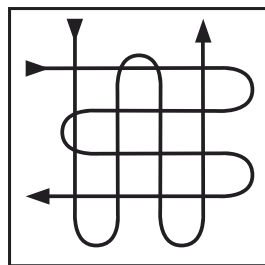

Рис. 4
**д)** во избежание наплывов, делайте перерыв между повторным окрашиванием поверхности (особенно вертикальной), достаточный для высыхания предыдущего слоя (Рис. 4).
**9.** Выключайте изделие только выключателем (2). Не выключайте, просто отсоединяя кабель от сети (вынимая вилку из розетки).